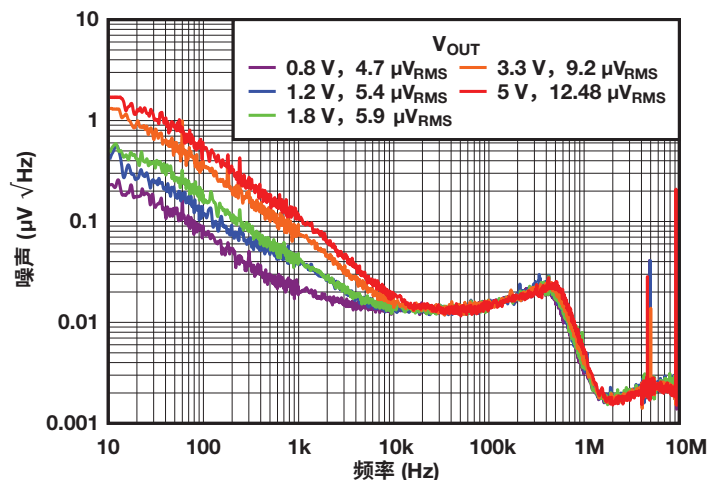

图 2：TPS7A91 的噪声频谱密度与频率和 V_{OUT} 的关系。
可以使用频谱分析仪识别 LDO 输出端各种交流元件产生的噪声。图 2 绘制了 1A 低噪声 LDO（即 TPS7A91）的输出噪声。
数据表一般会提供单一的积分噪声值以与其他产品进行对比。输出噪声的积分范围通常为 10Hz 到 100kHz，并以微伏均方根值 (μV_{RMS}) 表示。（供应商还会在 100Hz 到 100kHz 范围内甚至是自定义频率范围内对噪声进行积分。在选定频率范围内积分有助于屏蔽不希望的噪声属性，因此，除了查看积分噪声值之后，务必要查看噪声曲线。）图 2 显示了与各种曲线对应的积分噪声值。德州仪器 (TI) 提供 LDO 的产品组合，其积分噪声值可低至 $3.8\mu\text{V}_{\text{RMS}}$ 。